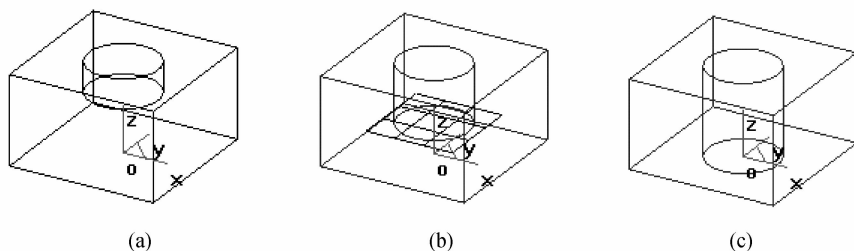

图 3-7 拉伸除料的类型
(1) 固定深度。固定深度是指按照给定的深度值进行单向的拉伸除料, 如图 3-7(a) 所示。
(2) 双向拉伸。双向拉伸是指以草图为中心, 向相反的两个方向进行拉伸除料, 深度值以草图为中心平分。
(3) 拉伸到面。拉伸到面是指拉伸位置以曲面为结束点进行拉伸除料, 进行此操作时需要选择要拉伸的草图和拉伸到的曲面, 如图 3-7(b) 所示。
(4) 贯穿。贯穿是指草图拉伸除料后, 将基体整个穿透, 如图 3-7(c) 所示。